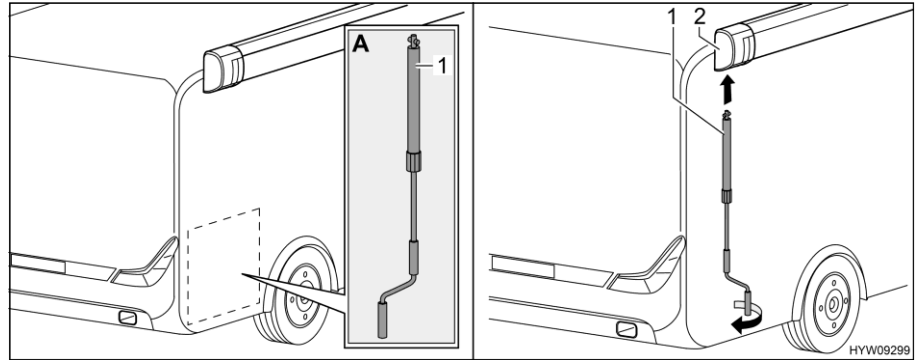

Fig. 28 Instalar la manivela
- Sacar la manivela (Fig. 28,1) del garaje trasero (Fig. 28,A).
- Encajar la manivela en el enganche de bayoneta (Fig. 28,2) del toldillo.